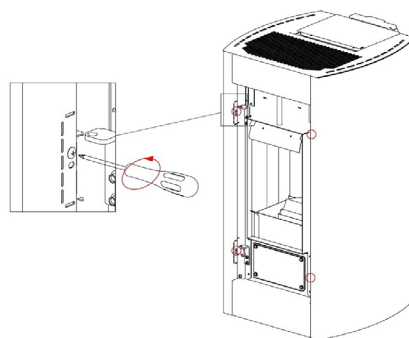
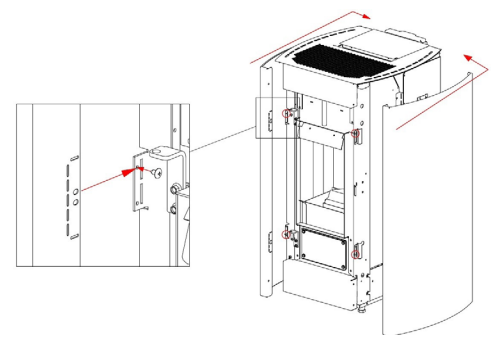

Fig. 41 - Entfernen der Schrauben
Fig. 42 - Entfernen der Seiten
- Die 4 vorderen Schrauben heraus-schrauben und die Seiten entfernen (siehe **Fig. 41 auf S. 22** und **Fig. 42 auf S. 22**).